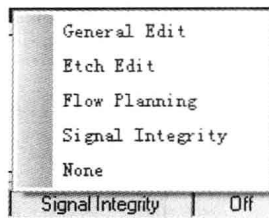

图 1-4-4 Cadence 16.5 状态栏设置工作模式
3) 状态栏功能更新 新版本中可以通过单击状态栏的某一区域实现某种功能。例如，在状态栏点选模式区域，即可切换到其他模式，如图 1-4-4 所示。